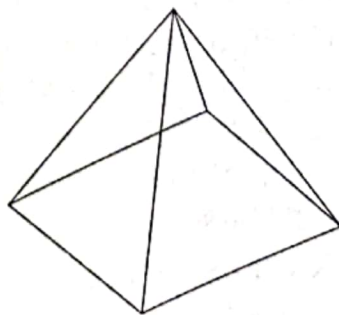

图 12-30 完成创建
▶Step04 再按回车键完成棱锥体的创建，如图 12-30 所示。